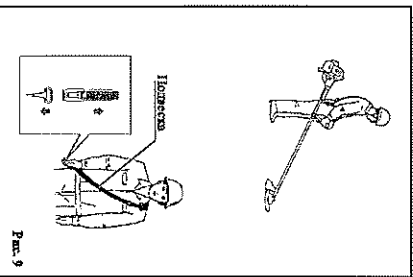

Рис. 9
6. Установка подвески (Рис. 9)